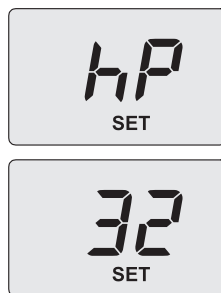

Figura 9.12
- Utilizzare i tasti 14 o 15, sul display LCD le lettere **hP** si alternano con il valore di temperatura minimo dell'acqua di riscaldamento (es. **32**) e compare la scritta "SET", indicanti l'entrata nell'attivazione della "funzione spazzacamino" alla potenza minima in riscaldamento (Figura 9.12).